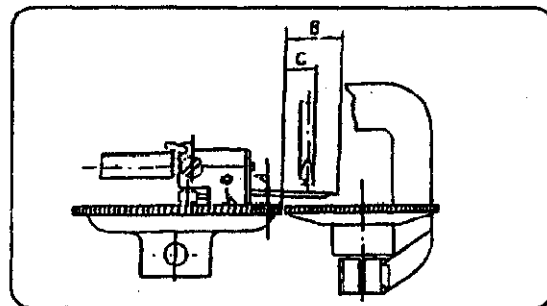

图 4-10 Fig.4-10
(6) Крайнее положение прямой иглы и крючковой иглы вне диска подачи показано на рис.4-10 и прилагаемой таблице.